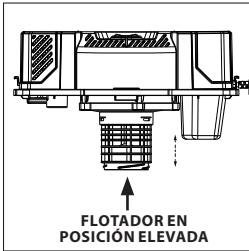

FIG. 5
- Este aspirador en seco y húmedo dispone de un mecanismo de flotación que se elevará automáticamente para cortar el flujo de aire cuando el líquido del depósito supere un nivel predeterminado. Cuando esto suceda, apague el aspirador, desenchufe el cable de alimentación y vacíe del depósito de polvo. Sabrá que el flotador ha cerrado el flujo de aire si la succión cesa y el ruido del motor se vuelve más agudo debido a la mayor velocidad del motor. La capacidad de líquido puede variar con la tasa de recogida. (Fig. 5)